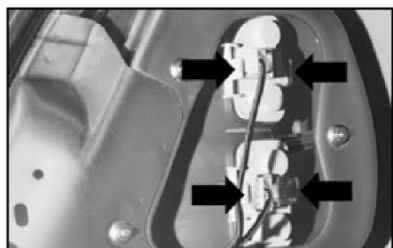

fig. 25
- 1) por dentro do porta-malas, levantar o carpete que recobre o grupo das lanternas traseiras **fig. 25**.
- 2) pressionar as linguetas **fig. 25** e puxar os conjuntos porta-lâmpadas, retirando-os de suas sedes.